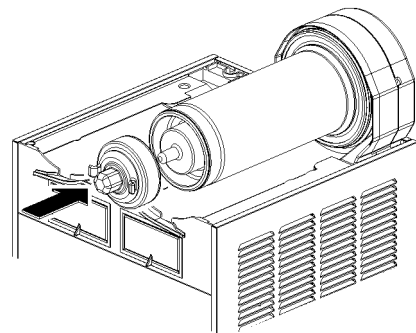

figura 15
- 5 Insertar el rotor magnetico externo en el evaporador, acompañándolo con cuidado (ver figura 15).